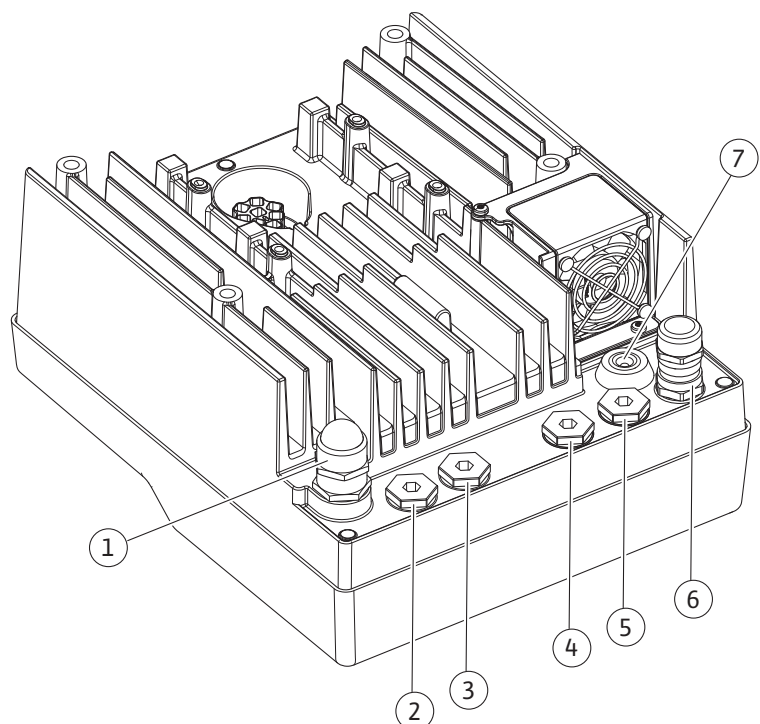

Fig. 10: 电缆螺纹连接/电缆连接
- 楼宇自动化的CIF模块（总线通讯）：屏蔽连接在电子模块的电缆套管上（Fig. 10）。
4. 将接线电缆穿过电缆螺纹接头M25 (Fig. 10, 位置1)。用规定的扭矩拧紧电缆螺纹接头。